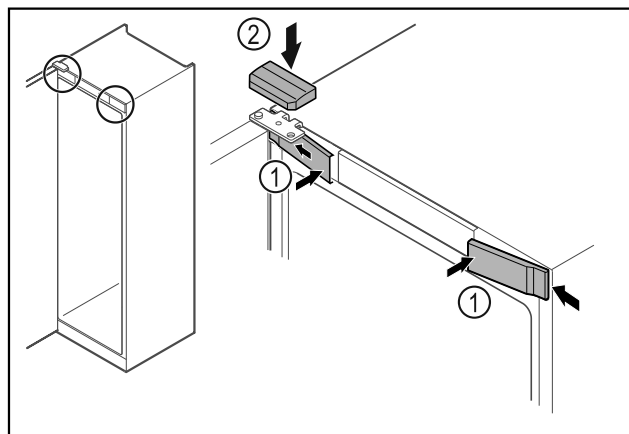

Fig. 49 \*
- Αναρτήστε τα μπροστινά καλύμματα Fig. 49 (1) στο πλάι και κουμπώστε τα.\*
- Κουμπώστε το επάνω κάλυμμα Fig. 49 (2) από πάνω.\*